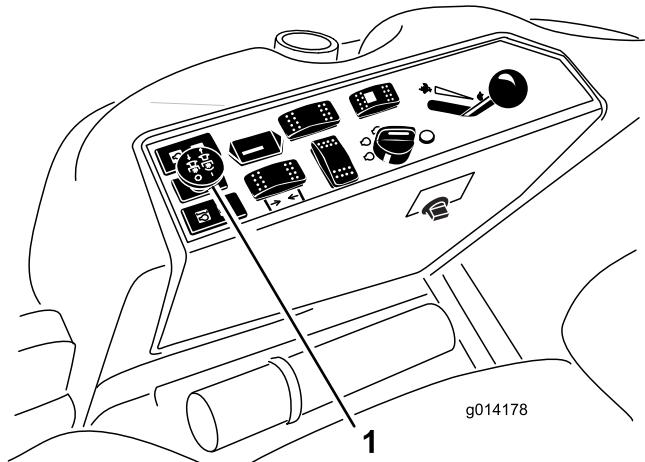

Рисунок 15
- Потяните вверх переключатель РТО, чтобы включить механизм отбора мощности (Рисунок 15).